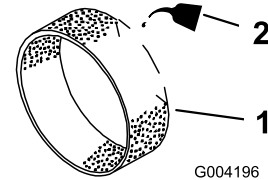

Bild 19
3. Gießen Sie 30-60 ml Öl auf den Vorfilter (Bild 19).